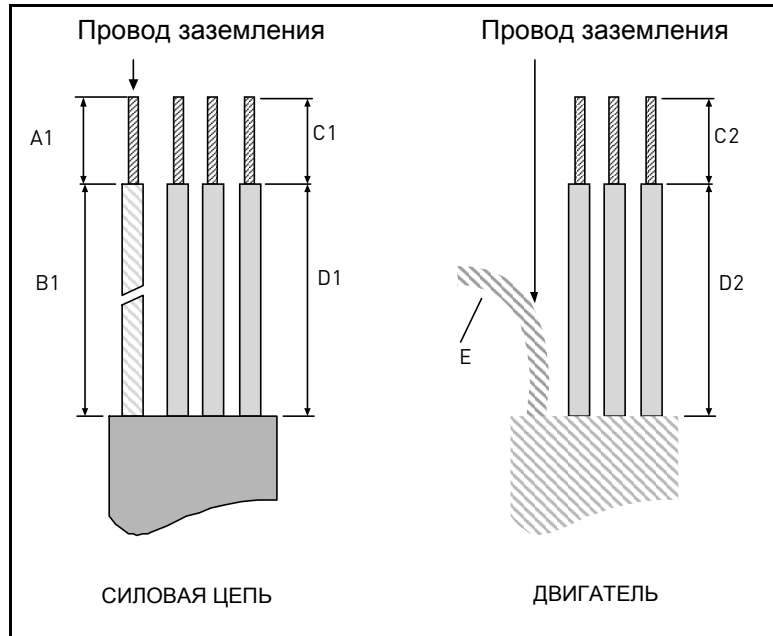
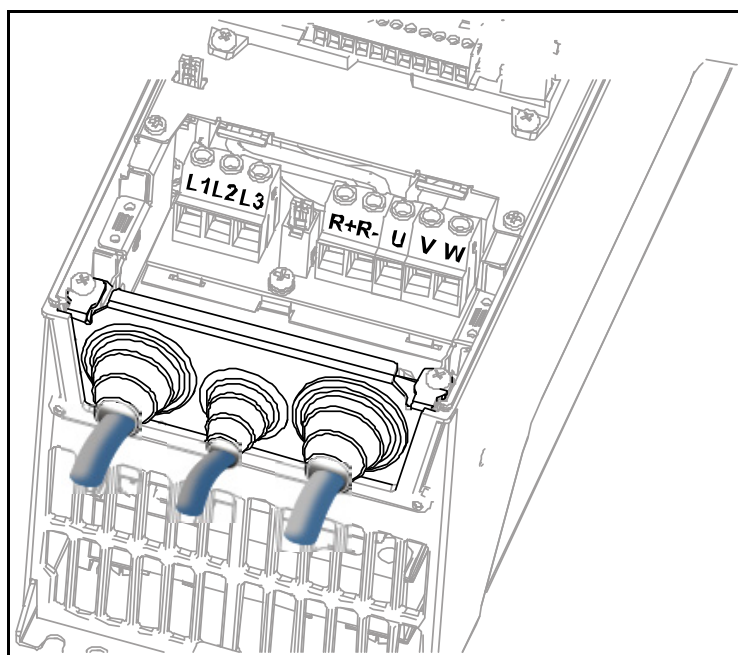
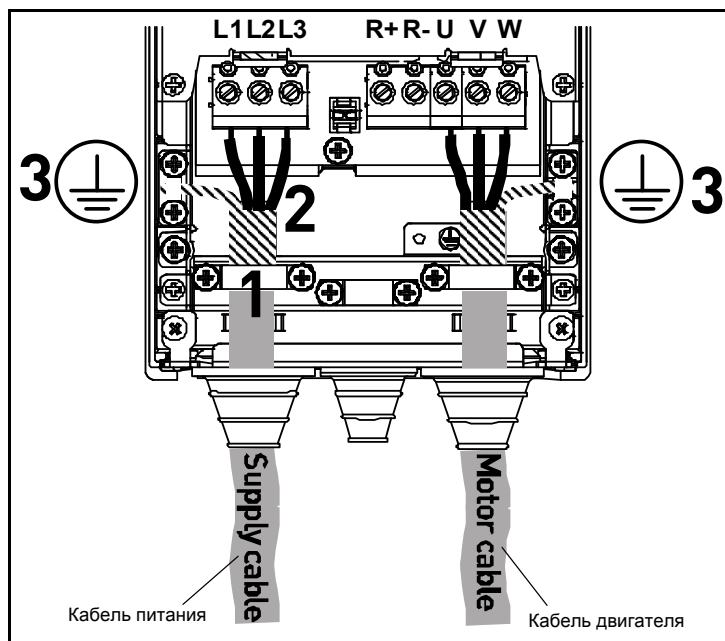

Рисунок 19. Зачистка кабелей
Рисунок 25.
Рисунок 26.
6 Снимите кабельные зажимы и зажимы для заземления (Рис. 25) и поместите плату ввода с кабелями в пазы в корпусе привода переменного тока (Рис. 26).
Подсоедините зачищенные кабели (см. Рис. 19 и Таблица 19), как показано на Рис. 26.
- Обнажите экраны трех кабелей, чтобы обеспечить их соединение по всей окружности (360 градусов) с кабельным зажимом (1).
- Подсоедините (фазные) провода питания, тормоза и двигателя к соответствующим клеммам (2).
- Свейте в косы оставшиеся части кабельного экрана на всех трех кабелях и соедините косы с зажимами, как показано Рис. 26 (3). Длина скрученных экранов должна быть достаточна **только** для присоединения их к клеммам, но не более того.